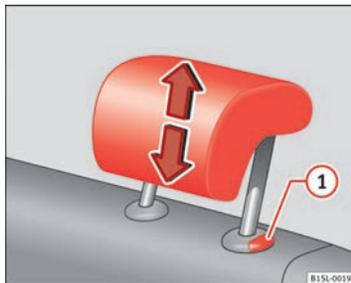

Fig. 31 Ajustar los apoyacabezas posteriores.
- Desplace el apoyacabezas en el sentido de la flecha, hacia arriba o hacia abajo a la vez que presiona la tecla ⇒ fig. 31 ① ⇒ ⚠.